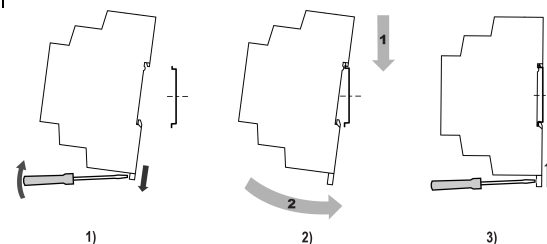

Рисунок 1 – Монтаж прибора
2. Вставив отвертку в проушину, оттянуть защелку (см. рисунок 1, 1). Прибор установить на DIN-рейку.
3. Прибор прижать к DIN-рейке (см. рисунок 1, 2, стрелки 1 и 2). Отвертку вернуть защелку в исходное положение.